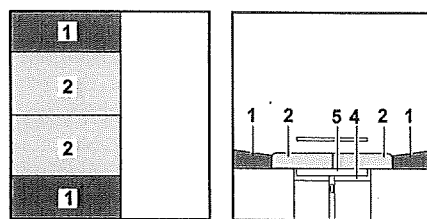

Bild 67 Efter ombyggnaden
- Drag sittdynorna (Bild 67,2) till mitten.
- Skjut in ryggdynorna (Bild 67,1) mellan sittdynorna och väggen.